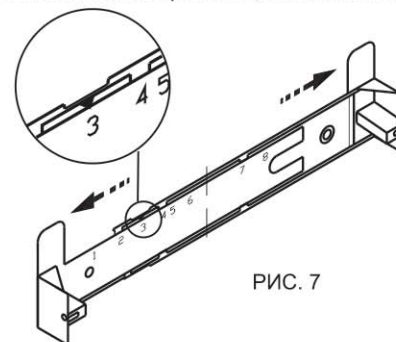

РИС. 7
6.6 Крепление кронштейна к стене (рис. 7, 8).
- прежде чем прикрепить кронштейн к стене, необходимо выставить кронштейн на нужный размер (равный ширине верхней фальштрубы) рис.7, для этого увеличьте размер кронштейна (если это необходимо), раздвинув его, и установите фиксатор напротив цифры соответствующей Вашему зонту (см. графа N, табл.3)